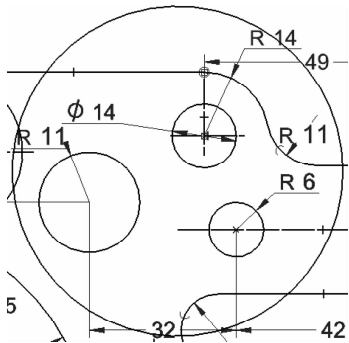

图 6-166 绘制同心圆
(32) 单击【主页】选项卡【绘图】区域下的  【圆】按钮下的【中心和点画圆】，在弹出的菜单栏中的 直径 (D):  .00 mm  【直径】中填入值 72mm，在它包围刚刚绘制的半径 11mm 和半径 6mm 的圆的位置放置，如图 6-166 所示。
(33) 单击【主页】选项卡【尺寸】区域下的  【智能尺寸】按钮，标注刚才放置的